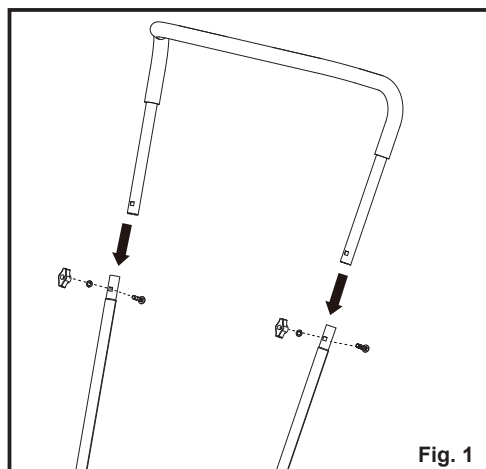

Fig. 1
- Insérez les deux poignées du milieu dans les côtés gauche et droit de la poignée supérieure et fixez-les avec deux boulons de carrosserie, des rondelles et des boutons tournants comme indiqué (Fig. 1).